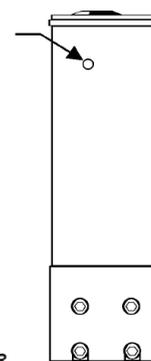

Рисунок 3-2. Возможность внешней настройки для расходомеров
*Замечание: перед проведением обнуления прибора необходимо установить нулевой перепад давления на датчике. В случае появления давления в приборе во время обнуления, то любой поток будет ошибочно принят за нуль. Это приведет к сбою калибровки во время нормальной работы. Установив нулевой перепад давления и проверив его, нажмите кнопку самообнуления на боковой панели прибора (см. рис. 3-2) для включения функции самообнуления. Процесс обнуления занимает около 10 мс.*